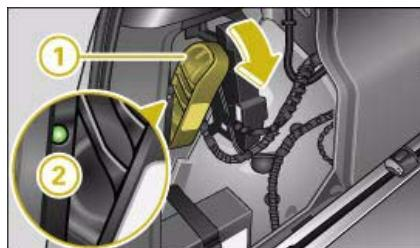

Fig. 200 Maletero: Empuñadura para desbloquear el dispositivo para remolque
- Tire de la empuñadura ① hacia fuera en la dirección de la flecha \Rightarrow página 208, fig. 200 \Rightarrow . El dispositivo para remolque está desbloqueado y pivota hacia abajo. El diodo ② pasa de estar iluminado en color verde a parpadear en color rojo.